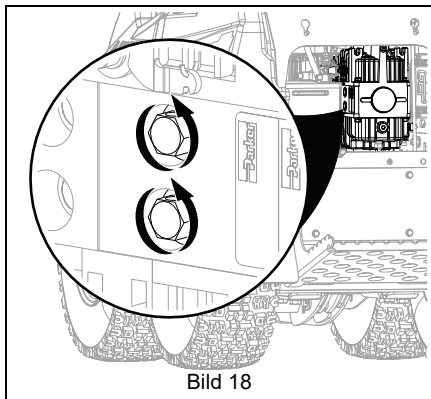

Bild 18
2. Vrid båda avlastningsventilerna två hela varv moturs till avlastningsläget. Se Bild 18.